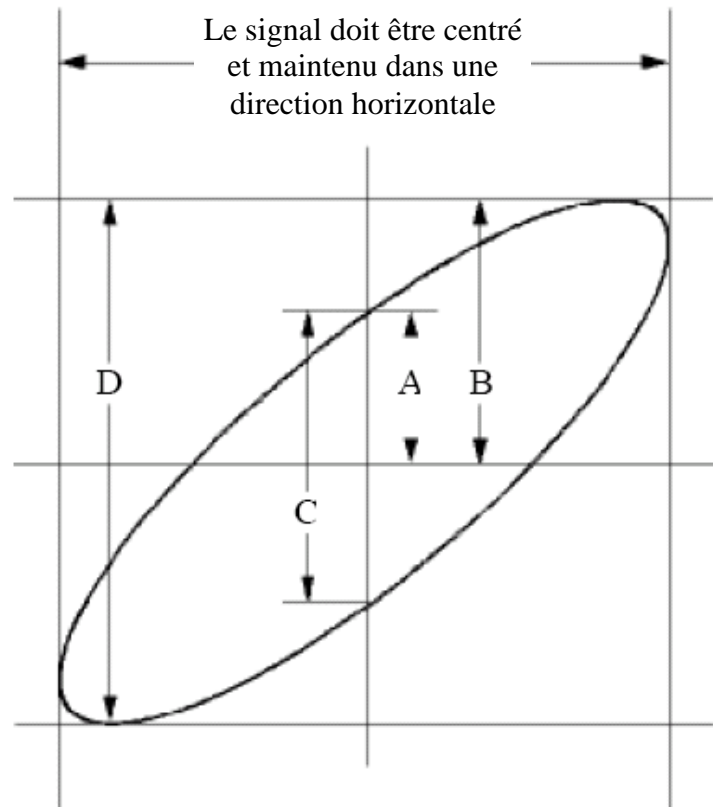

Figure 7-6 Diagramme de Lissajous
- (7) Tourner les boutons **VOLTS/DIV** et **VERTICAL POSITION**, pour optimiser l'ondulation.
- (8) Avec la méthode d'oscillogramme elliptique adoptée, observer et calculer la différence de phase (voir *Figure 7-6*).